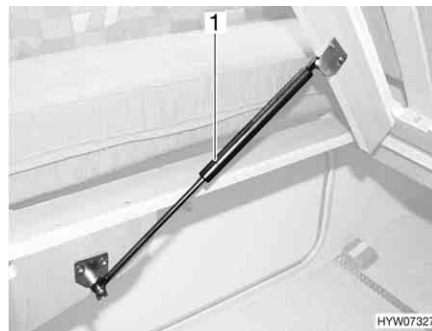

Fig. 109 Letto fisso
- Sollevare il telaio portamaterasso. Le molle a gas (Fig. 109,1) mantengono il telaio portamaterasso in posizione di apertura.